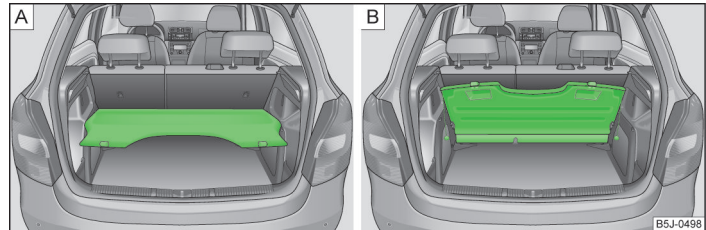

Abb. 48 Gepäckraumabdeckung: in der unteren Position / hinter den Rücksitzen verstaut
- In der unteren Position auf den Stützelementen » Abb. 48 - » .
- Hinter den Rücksitzen » Abb. 48 - .
In dieser Position » Abb. 48 -  ist die Gepäckraumabdeckung zur Ablage von kleinen Gegenständen bis zu einem Gewicht von 2,5 kg vorgesehen.